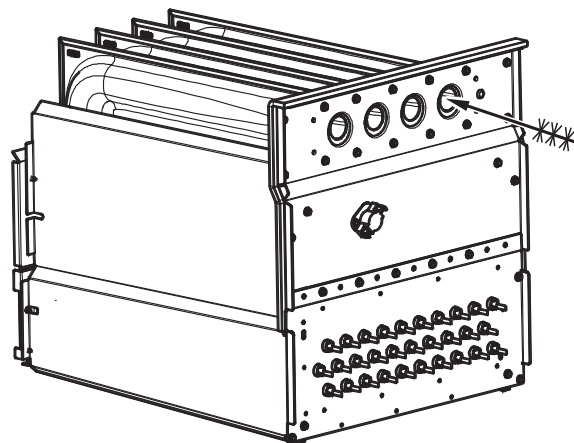

Fig. 59 - Nettoyage de la cellule de l'échangeur thermique
7. Nettoyez les ouvertures de l'échangeur thermique à l'aide d'un aspirateur et d'une brosse douce. (Consultez la Fig. 59.)